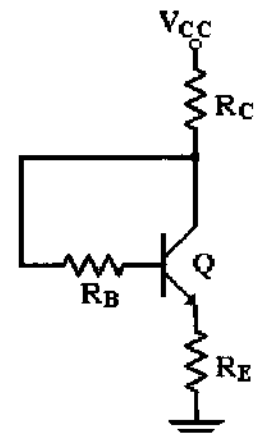

Figura 2.3
3.- En la figura 2.3 se ilustra un circuito de polarización por retroalimentación de colector. Determine el valor de  $R_E$  y  $R_B$ , considere los datos típicos del transistor y los datos siguientes:
- 4.- Arme el circuito de la figura 2.3 , repita los pasos 1 y 2.